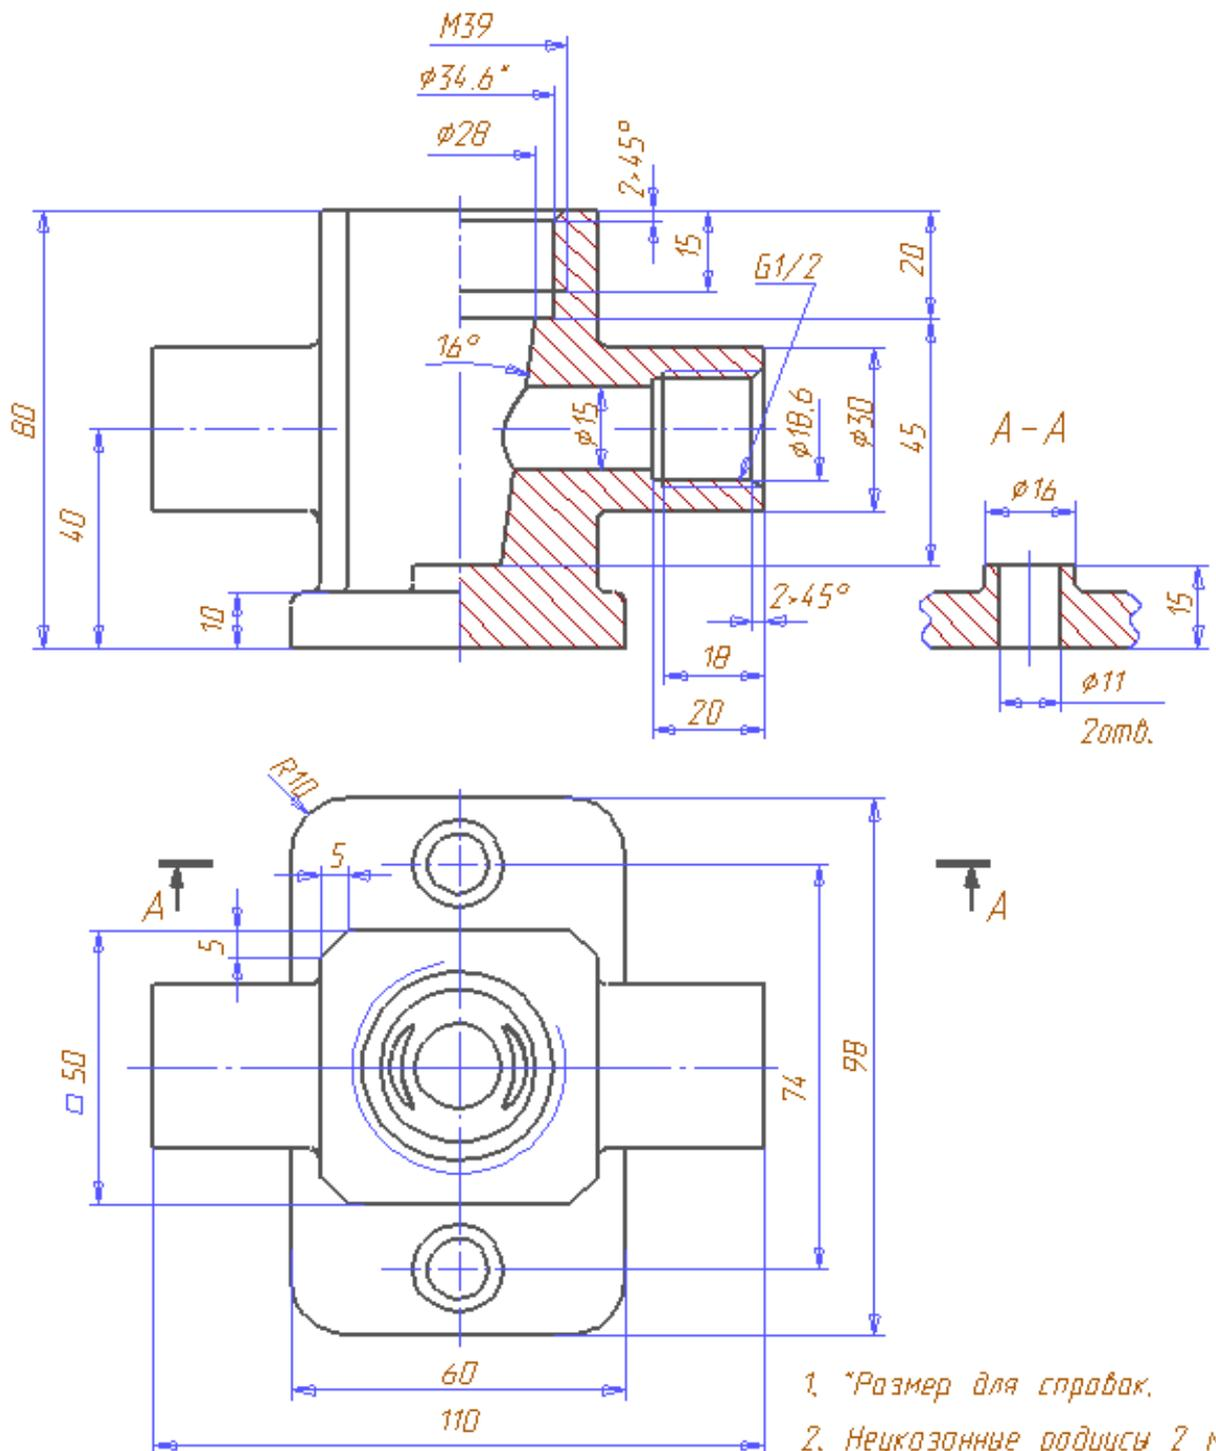

Рис. 16. Корпус
5.2. Построение 3D модели детали "Корпус" (см. рис.16)
-55, <Enter> (рис.19а). Включите режим  **Вид на рабочую плоскость**. Включите инструмент  **Окружность заданного диаметра**. Постройте окружность $\varnothing 18,6$. Центральный узел лежит в точке на оси X с координатой X=40 (рис.19а). Включите инструмент  **Отверстие**. Укажите профиль – окружность $\varnothing 18,6$ и нажмите <Esc>. Укажите модель-заготовку и введите для параметра **Глубина от контура** = значение **20** (см. рис.16).